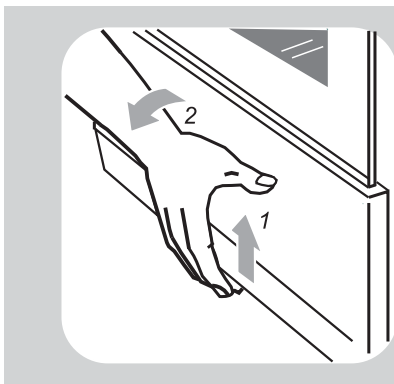

Рис. 20
- Плиты выпускаются двух исполнений: с выдвижным ящиком и с откидной дверцей. Чтобы открыть дверцу, ее нужно приподнять вверх и наклонить на себя (рис. 20).